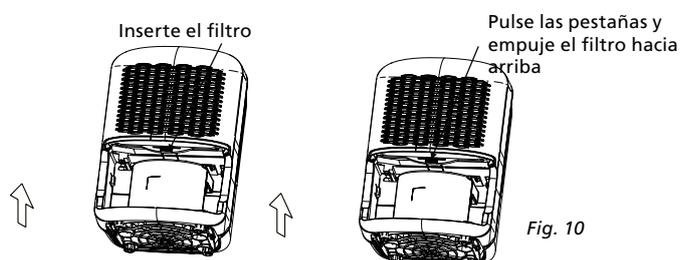

Fig. 10
2. Limpie el filtro con una aspiradora o con agua. Seque el filtro y colóquelo de nuevo. Asegúrese de que el filtro está bien seco. Coloque el depósito del agua de nuevo en el aparato (fig 10).